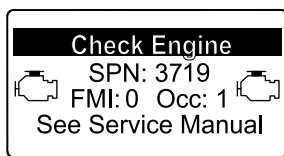

Figure 59
- Avertissement moteur SPN 3719, FMI : 0 (Figure 59)